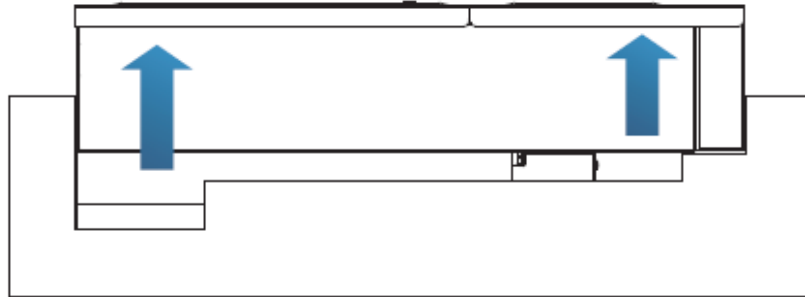
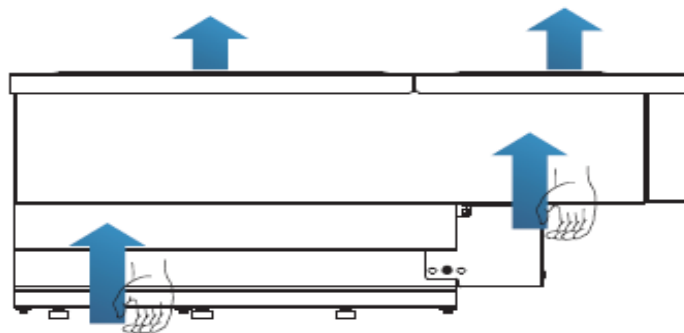

Figura 14 - Rimozione delle protezioni in polistirolo
Figura 15 - Estrazione dell'inverter dall'imballaggio
- 1) Aprendo l'imballaggio, inserire le mani nelle fessure di entrambi i lati dell'inverter e afferrare l'inverter, come mostrato nella Figura 14 e nella Figura 15. Per tale operazione sono richieste due persone in modo da garantire la sicurezza delle persone e la corretta movimentazione dell'inverter.